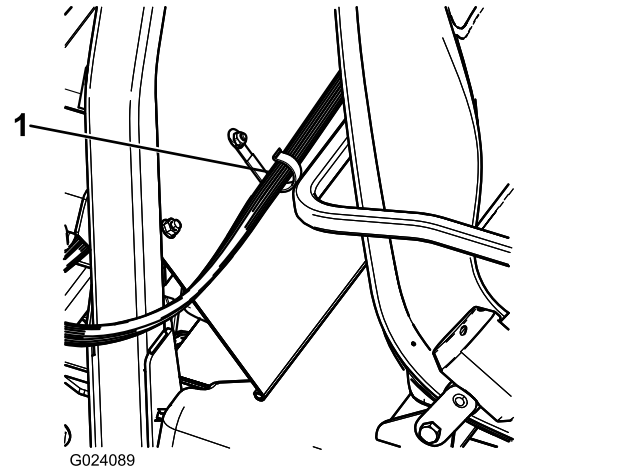

図 22
2. Jクリップ個を運転席後ろに取り付ける ボルト $\frac{1}{4}$ x $\frac{1}{2}$ "1本とフランジナット $\frac{1}{4}$ "1個を使用する 図 22。
3. Jクリップを使って、コントロールコンソールのハーネスを、コンソールとROPSカバーに固定する (図 22)。